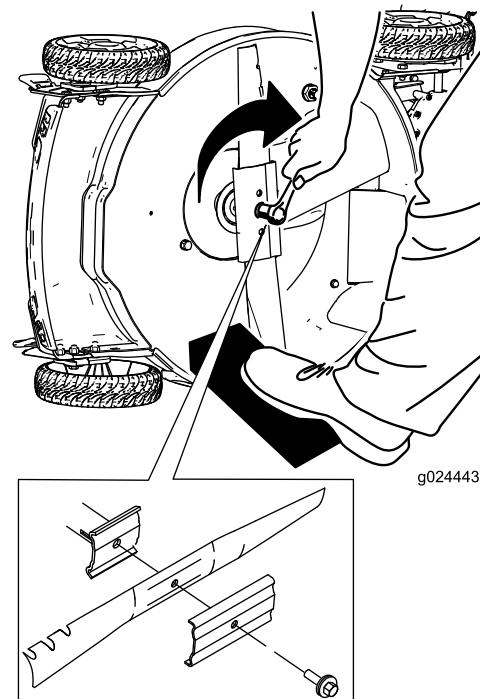

Bild 13
1. Setzen Sie das neue Messer und alle Schrauben auf (Bild 13).